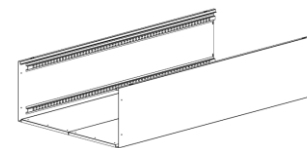

рис. 2
5.2. Прикрепить боковые стенки к задним стенкам (рис. 2).